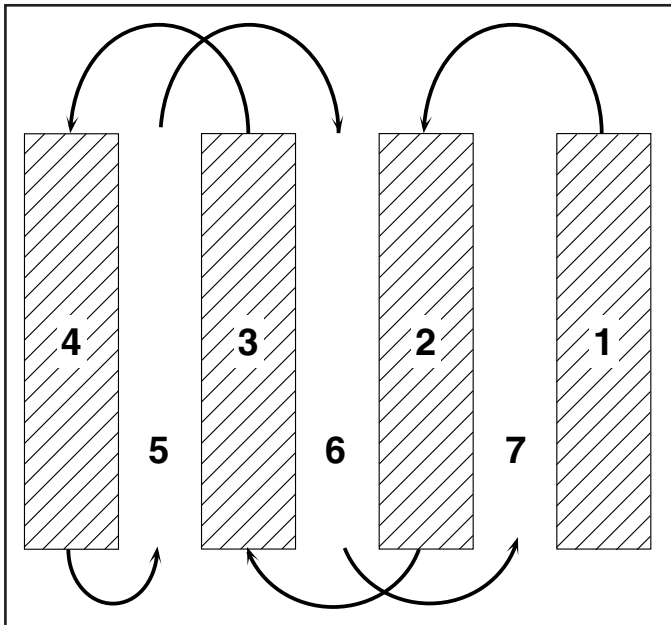

Fig. 14
- Vous trouverez le labourage beaucoup plus facile si vous laissez un sillon non bêché entre les passes. En ce temps-la retourner entre le rang de labourage (Voir la Fig. 14). Il y a deux raisons pour faire ceci. Premièrement, des virages larges sont beaucoup plus faciles à prendre que faire des demi-tours. Deuxièmement, la motobineuse ne vous entraînera pas vers le rang bêché qui est le plus proche.